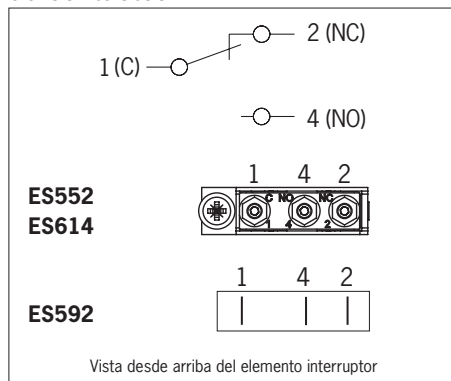

Fig. 1: Elementos interruptores y asignación de contactos
- ▶ Para la asignación de contactos, véase la Fig. 1.